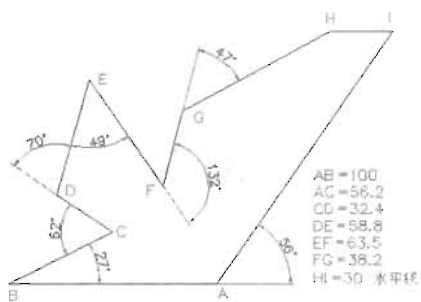

图 2-98
- (1) 使用 Line 命令绘制出如图 2-98 所示的图形, 目的是让读者朋友熟悉集中坐标值的使用。